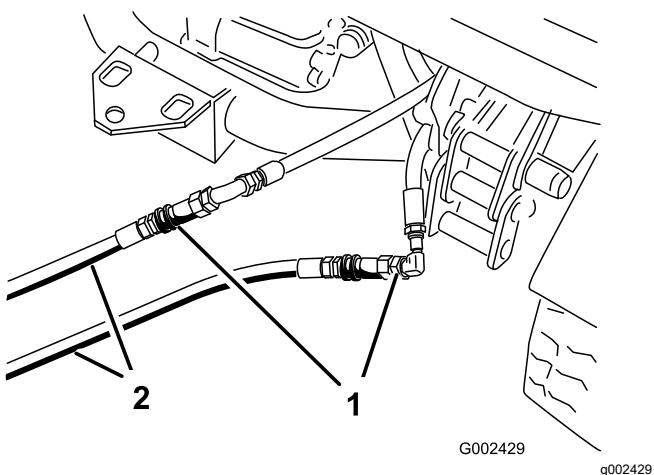

Figure 76
- Sur la machine en panne, branchez les 2 flexibles de dépannage aux flexibles débranchés (Figure 76).